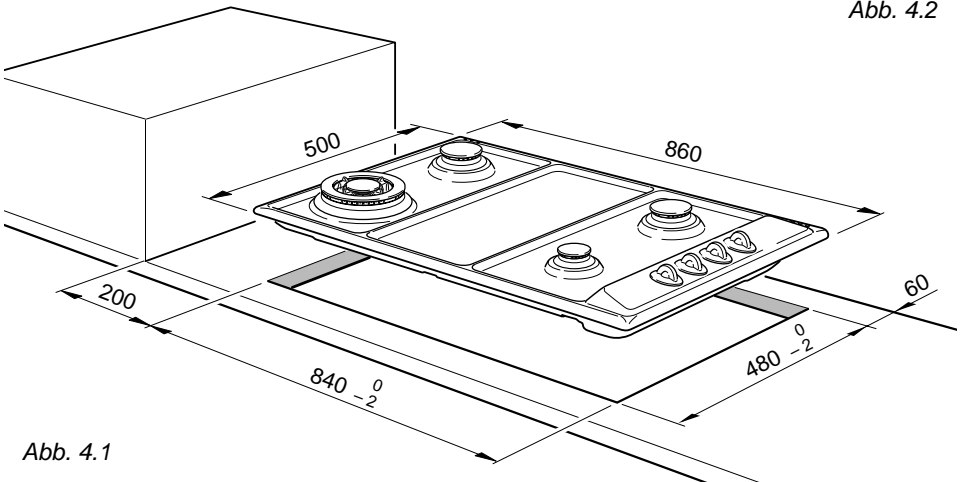

Abb. 4.1
- ✓ Flächen, die sich neben oder oberhalb der Kochmulde befinden, müssen einen Abstand von mindestens 200 mm aufweisen (Abb. 4.1).
- In das Möbel eine Öffnung gemäß Bild 4.1 arbeiten.